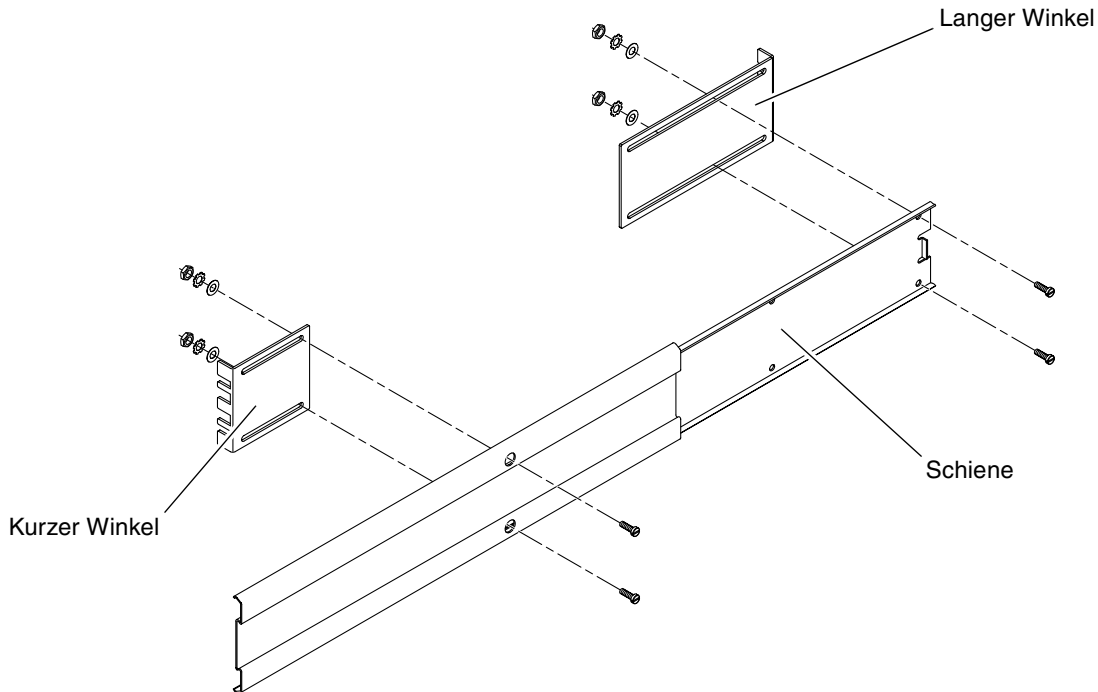

ABBILDUNG 3-11 Befestigen der Schiene an den Winkeln
10. Befestigen Sie die Schiene an den kurzen und langen Winkeln auf der Vorder- und Rückseite des Racks (ABBILDUNG 3-11).